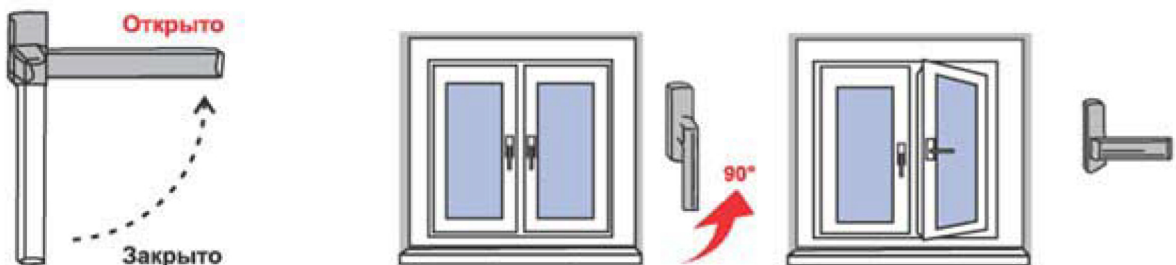

Рис. 1
2) Чтобы открыть (распахнуть) створку окна, ручку поворачивают на 90 градусов в горизонтальное положение (положение «Открыто» на Рис. 1). При повороте ручки закрытую створку слегка прижимают к раме другой рукой (чуть выше ручки). Затем, потянув за ручку, створку распахивают (сплошной режим - поворотное открывание).